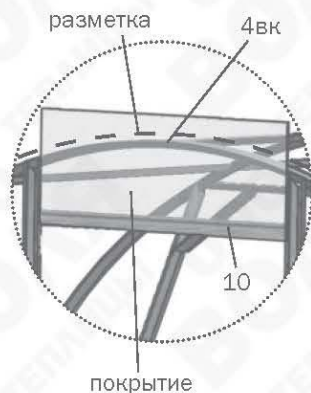

Рис. 17
2. Куски покрытия «коньковой панели», находящиеся над дверью, вырезаются по месту установки из оставшихся кусков поликарбоната. Разметьте покрытие по деталям **4вк** с припуском, совмещая нижний край листа с нижним краем детали **10** (**рис.17**).